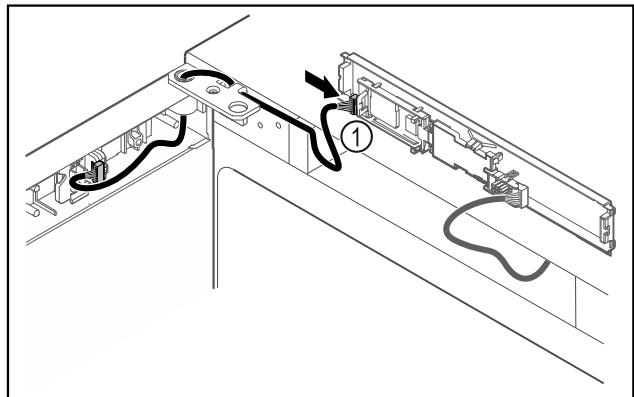

Fig. 49
- ▶ Enchufar el conector Fig. 49 (1) en la platina.